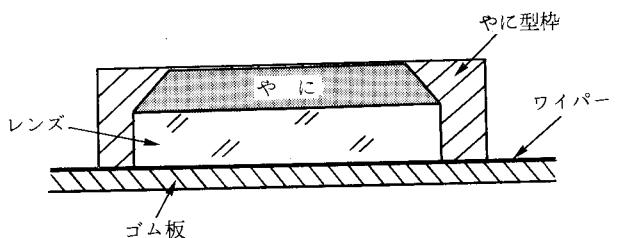

図1-3 台やにつけ
(2) 台やに製作
- ① 硬質ゴム板の上に紙を敷き、その上にレンズを並べる。
- ② やに型枠をレンズに押し込み、レンズと枠を同時に押さええる。
- ③ 加熱溶解し泡が消えた状態のやにを型枠に枠の高さまで流し込む(図1-3)。
- ④ 徐冷し、カミソリにて硬化を確認する。
- ⑤ 型枠よりレンズを取り出す(写真1-10)。